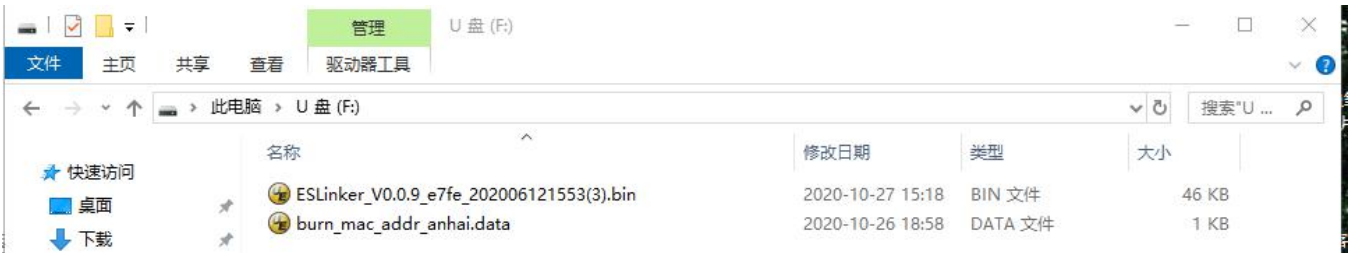

图 2
2、将烧录程序文件和数据文件(可选)直接拷贝到该盘符，如图 2